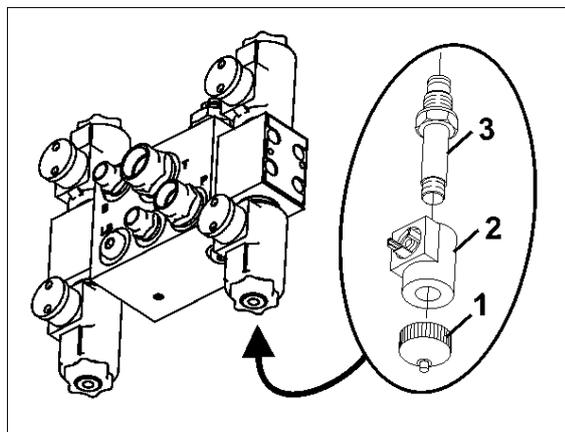

図 174
1. マグネットキャップ (図 174/1) を回して外します。
2. マグネットコイル (図 174/2) を取り外します。
3. バルブロッド (図 174/3) をバルブ座と共に回し出し、圧縮空気または油圧オイルで清掃します。